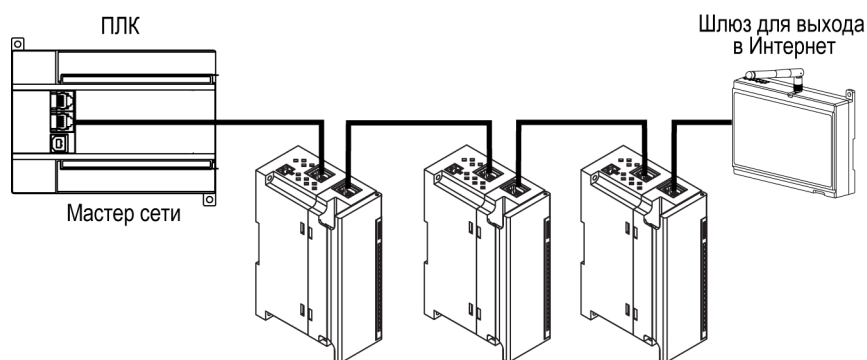

Рисунок 5.6 – Подключение по схеме «Цепочка»
- «Цепочка» / «Daisy-chain» (рисунок 5.6).